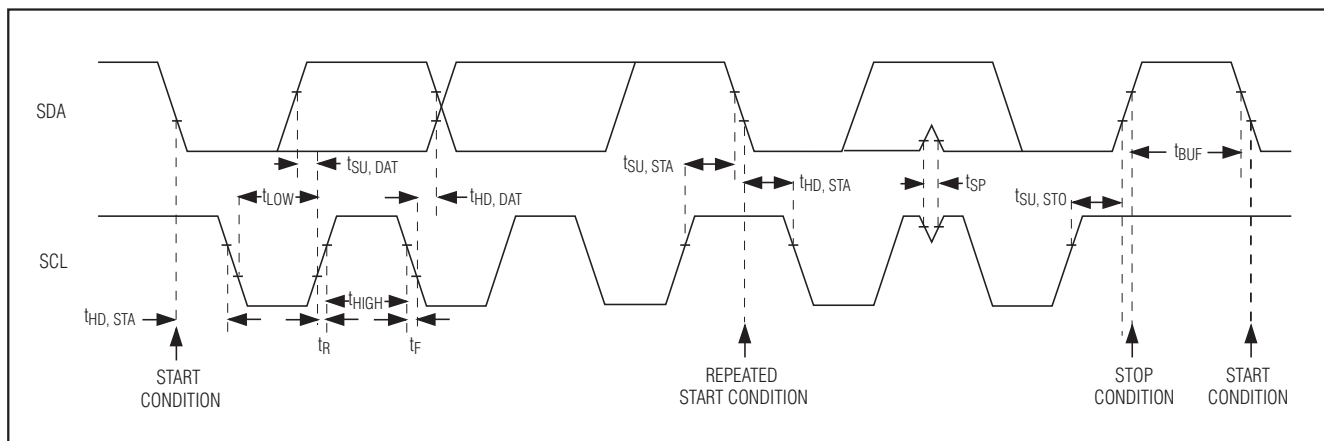

图6. I2C串行接口时序图
MAX9670/MAX9671具有一个I2C/SMBus™兼容的2线串行接口，包括一条串行数据线(SDA)和一条串行时钟线(SCL)。SDA和SCL能够支持MAX9670/MAX9671与主控制器之间以最高400kHz的时钟速率通信，图6所示为2线接口的时序图。主控制器在总线上产生SCL并启动数据传输。主机器件通过发送START (S)条件、相应的从地址(R/W位置0)、寄存器地址和随后的数据字，向MAX9670/MAX9671写数据。每个发送序列均由START和STOP (P)条件打包成帧。发送到MAX9670/MAX9671的每个字均为8位，随后是应答时钟脉冲。主控制器从MAX9670/MAX9671读取数据时，需要发送从地址(R/W位置0)、读取寄存器的地址、REPEATED START (Sr)条件、从地址(R/W位置1)，随后是一系列SCL脉冲。MAX9670/MAX9671通过SDA发送数据，与主控制器产生的SCL脉冲同步。主控制器对于接收的每个数据字节进行应答。每个读序列均由START或REPEATED START、应答或非应答及STOP条件打包成帧。SDA既作为输入，又作为开漏输出。SDA总线需要一个大于500Ω的上拉电阻，SCL仅作为输入。如果在总线上有多个主控制器，或